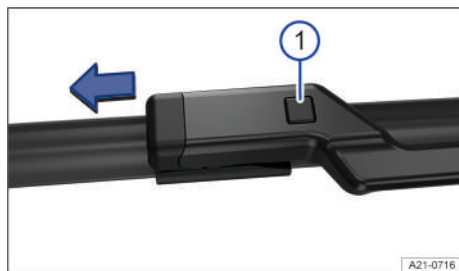

Fig. 228 Cambiar las escobillas limpia-cristales del parabrisas.
- ① Tecla de desbloqueo de la escobilla limpia-cristales
- Mantenga presionada la tecla de desbloqueo y retire al mismo tiempo la escobilla en el sentido de la flecha → fig. 228 ①.